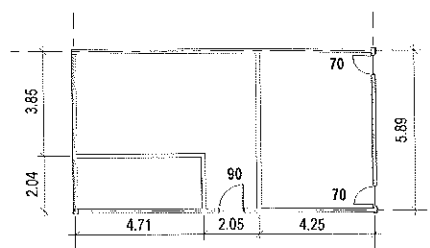

Figura A.42 – Inserção das portas criadas.
- Com as portas criadas, podemos inseri-las no projeto na área da caixa de escada, conforme a Figura A.42. Depois que